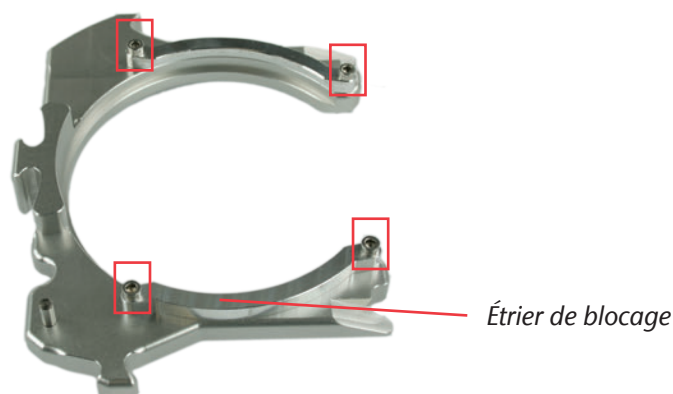

FIGURE 6 : CADRE DE PIÈCES BRUTES S2 IMPRESSION
- M1.** Desserrez les 4 vis du cadre de pièces brutes (voir Figure 6) au moyen de la clé Allen fournie (2,5 mm).